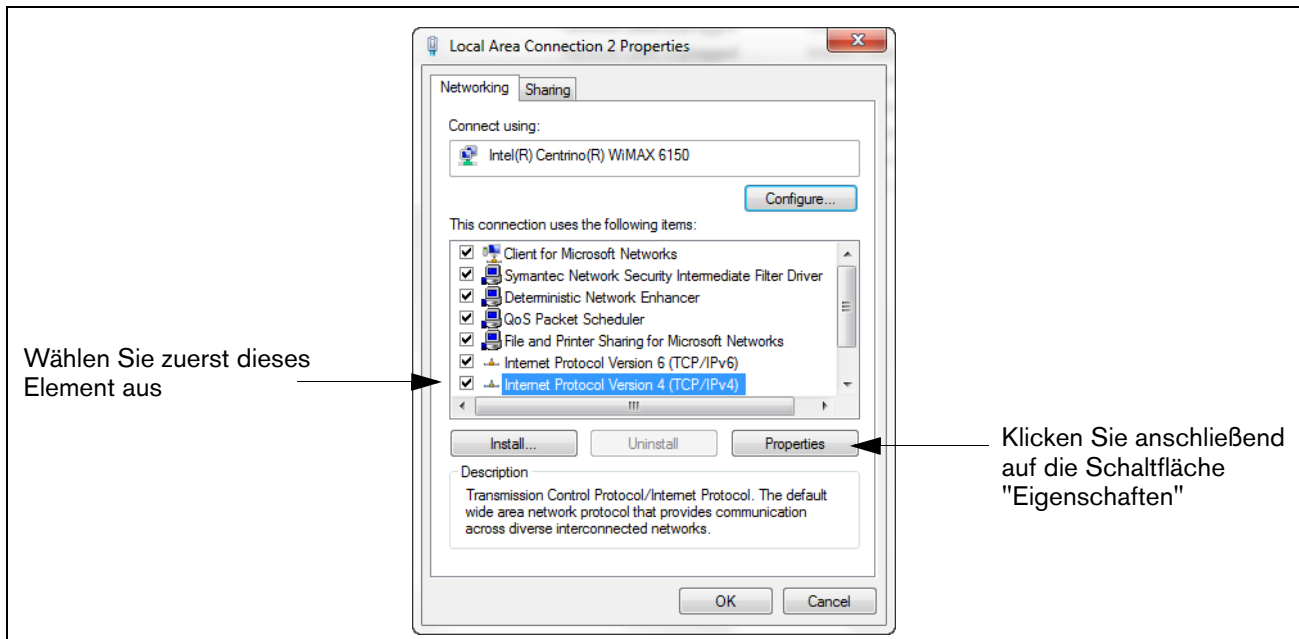

Abbildung A-2. Dialogfeld-x-Auswahl LAN-Verbindungseigenschaften
4. Wenn das ausgewählte Dialogfeld "LAN-Verbindungseigenschaften" geöffnet wird, treffen Sie die in Abbildung A-2. gezeigte Auswahl.